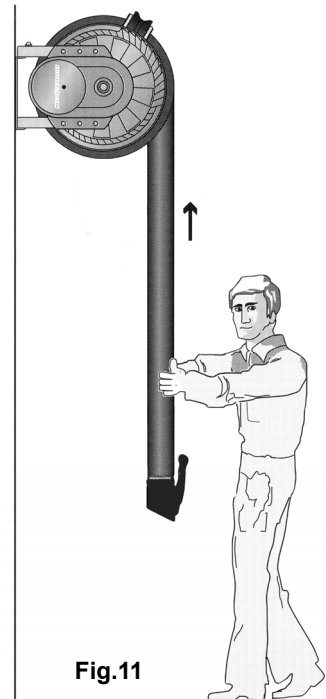

Fig.11
- ❗ - 排気ホースを上昇させる際は、必ず排気ホースやラバーノズルを保持しながら行ってください。ノズルが空中で揺れて車両などに接触し、損傷の原因になります。(Fig.11)